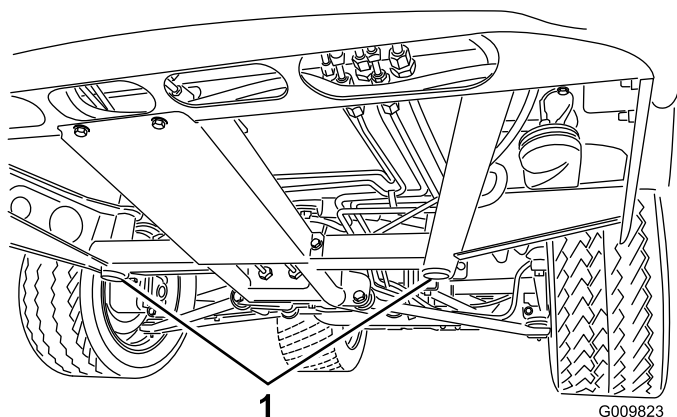
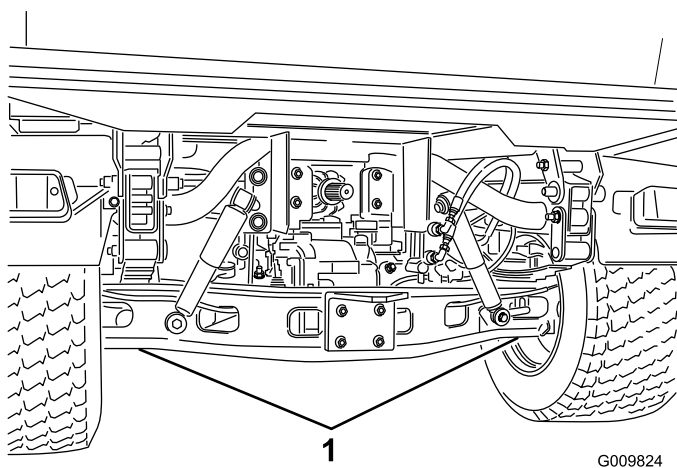

図 33
図 34
- ・ 車両前部のジャッキポイントは前中央のフレームサポート（図 33）、後部のジャッキポイントはアクスル下（図 34）にある。